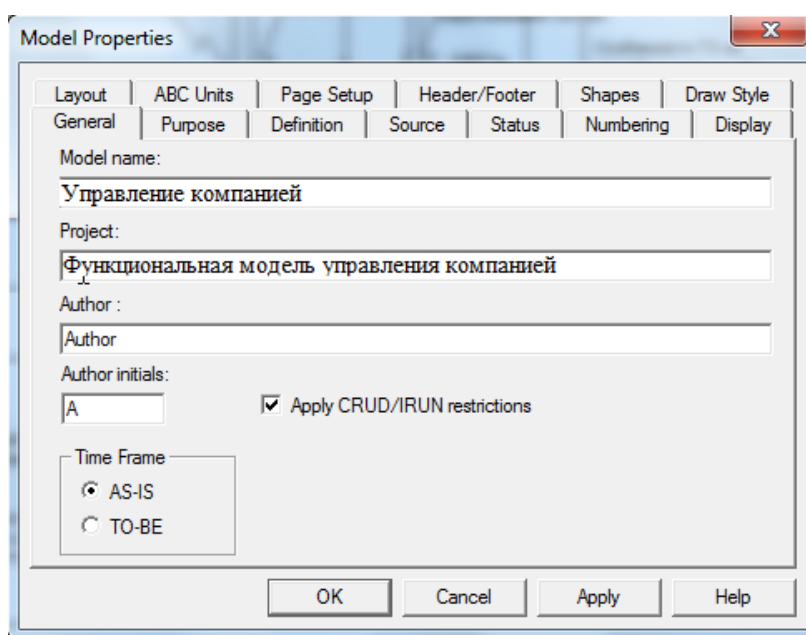

Рисунок 1.3 – Окно задания свойств модели
8. Перейдите в меню Model/Model Properties. Во вкладке General диалогового окна Model Properties в текстовое поле Model name следует внести имя модели "Управление компанией", а в текстовое поле Project — имя проекта "Функциональная модель управления компанией", и, наконец, в Time Frame (Временной охват) выбрать радиокнопку AS-IS (как есть) (рисунок 1.3).